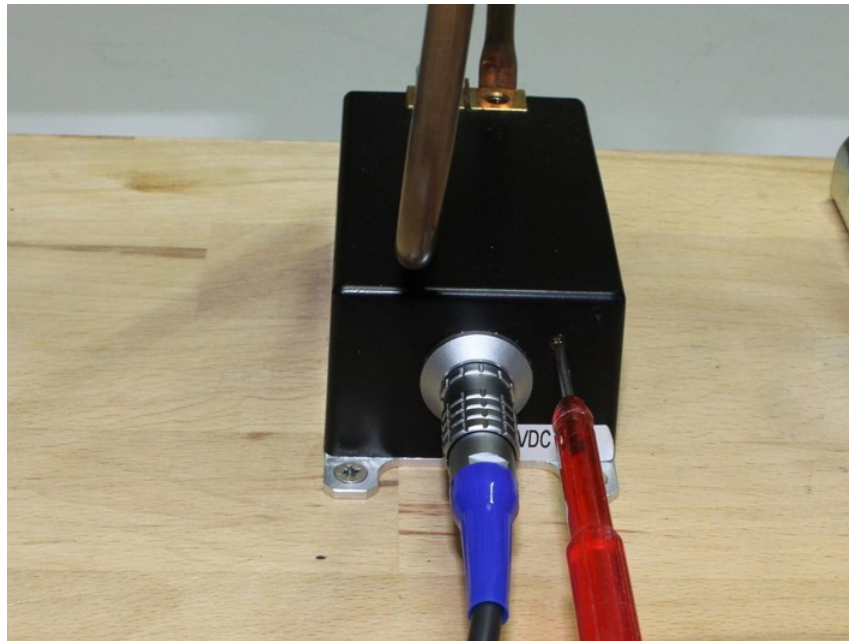

Abb. 56: Einstellen der Statorleistung über Potentiometerschraube
- Messen Sie zwischen EX- und EX+ eine geringere Spannung als 4,096 V DC, prüfen Sie auch den Effektivwert  $V_{AC}$  der zwischen IP1 und IP2 anliegenden Wechselspannung. Ist  $0 \text{ V} < V_{AC} < 0,6 \text{ V}$ , erhöhen Sie die Leistung des Stators über das Potentiometer am Statorgehäuse (vgl. Abbildung 56). **Dabei bitte langsam vorgehen.** Die Drehrichtung zur Erhöhung/Verringerung der Statorleistung ist auf dem Gehäuse angegeben.
- Messen Sie zwischen EX- und EX+ eine geringere Spannung als 4,096 V DC, prüfen Sie auch den Effektivwert VAC der zwischen IP1 und IP2 anliegenden Wechselspannung. Ist diese Spannung < 0,6 V, erhöhen Sie die Leistung des Stators über das Potentiometer am Statorgehäuse (siehe Abbildung 56[72]). Dazu drehen Sie die Potentiometerschraube im Uhrzeigersinn. Eine Drehung gegen den Uhrzeigersinn verringert die Statorleistung.